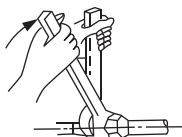

Abb. 5-4
- Ziehen Sie es mit einem Schraubenschlüssel und einem Drehmomentschlüssel fest (siehe Abb. 5-4).
- Verwenden Sie beim Anschließen der Kältemittelleitungen immer zwei Schraubenschlüssel/Spanschlüssel, um die Muttern anzuziehen oder zu lösen! (Siehe Abb. 5-4) Andernfalls kommt es zu einer Beschädigung der Rohrleitungsanschlüsse und zu Leckagen.